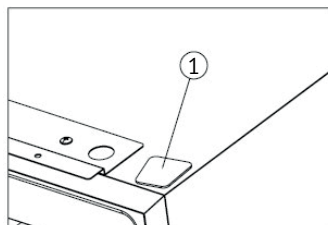

Рисунок 4
➔ Установите заглушку на другую сторону (1) (Рисунок 4).